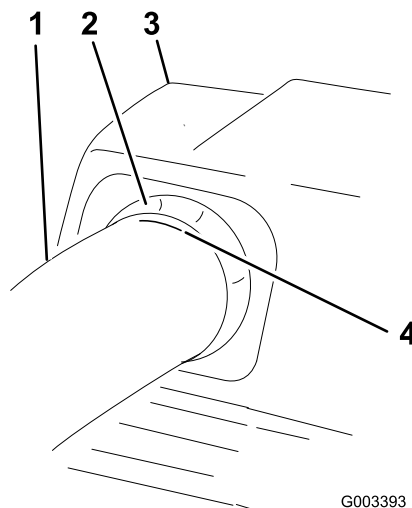

Figura 40
6. Una vez que obtenga la medida de 19 mm ($\frac{3}{4}$ "), marque el tubo superior en el exterior, en el punto donde sobresale el sello de goma (Figura 40).
Compruebe que la marca hecha en Figura 40 está todavía en su lugar.